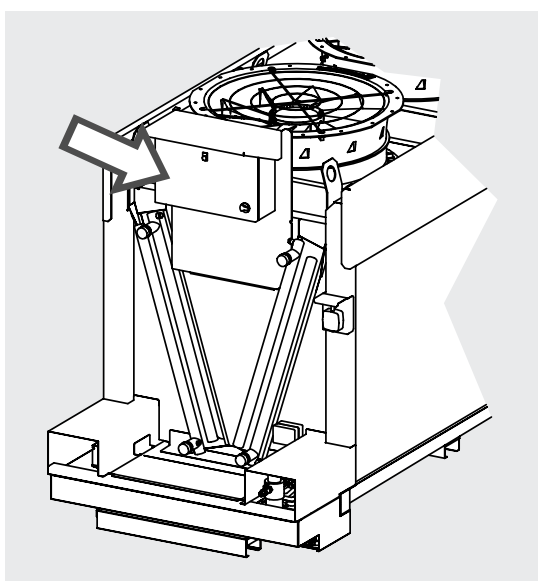

Figura 13
- 8.1 Para obtener informaciones detalladas, consulte el esquema del cuadro eléctrico y los demás esquemas suministrados con el modelo. Véase la Figura 13.